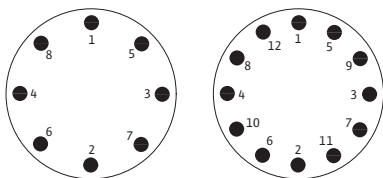

Fig. 41: Rekkefølge på skruetiltrekking
- Ta hensyn til rekkefølgen (fig. 41).